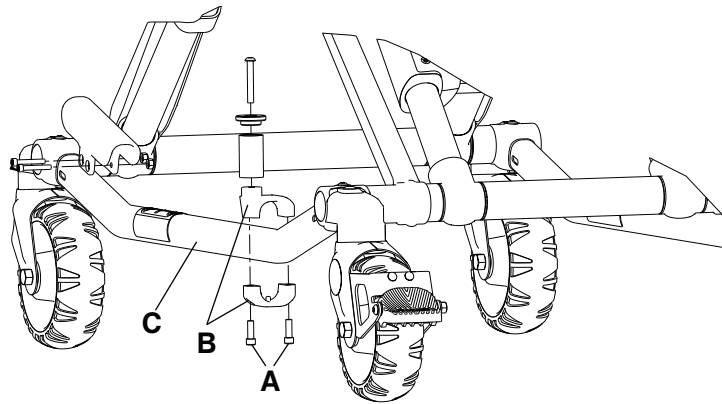

Figure 9 – Montant de retenue de la civière
1. À l'aide d'une clé Torx T30, retirer les deux vis d'assemblage à six pans creux (A) qui fixent les supports (B) au châssis du châssis (C) (Figure 9). Conserver les vis.